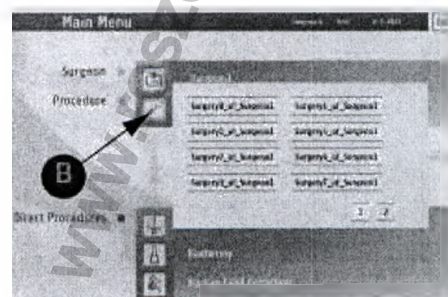

Рис. 45: Всплывающее окно «Процедура»
1. Нажмите на кнопку PROCEDURE [B]; появляется всплывающее окно (рис. 45).